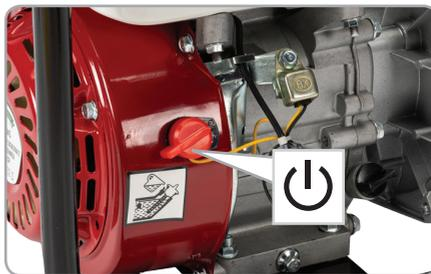

Fig.9
- Treceți maneta supapei de combustibil pe poziția deschis (spre dreapta). Maneta de combustibil deschide sau închide circuitul dintre rezervorul de combustibil și carburator (fig.9).